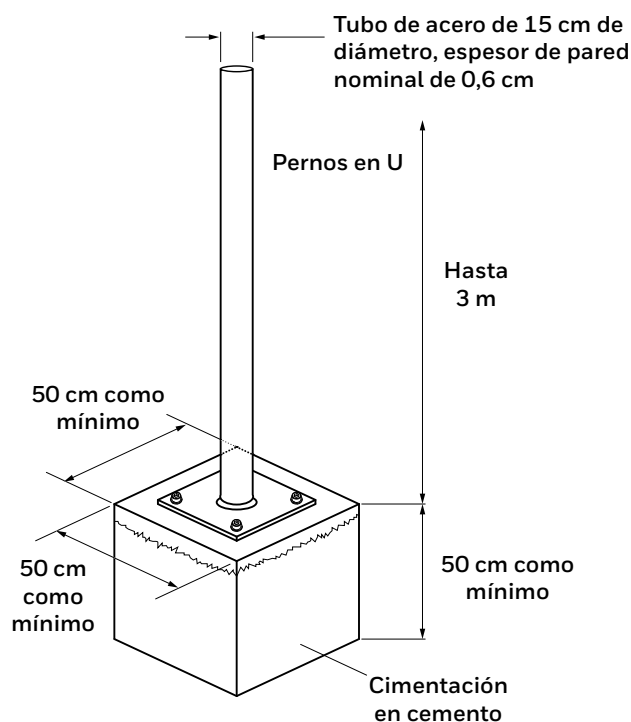

Figura 5. Estructura de soporte de tubos de acero
3. Fije el soporte de montaje universal ensamblado (o el adaptador de placa de montaje para el soporte de montaje universal) al poste. Alinee la ranura en V de la brida del soporte con el poste para un buen ajuste. Fije el soporte con dos pernos en U y cuatro tuercas con arandelas. También puede fijar el soporte con las abrazaderas de tornillo sin fin (Figura 5).